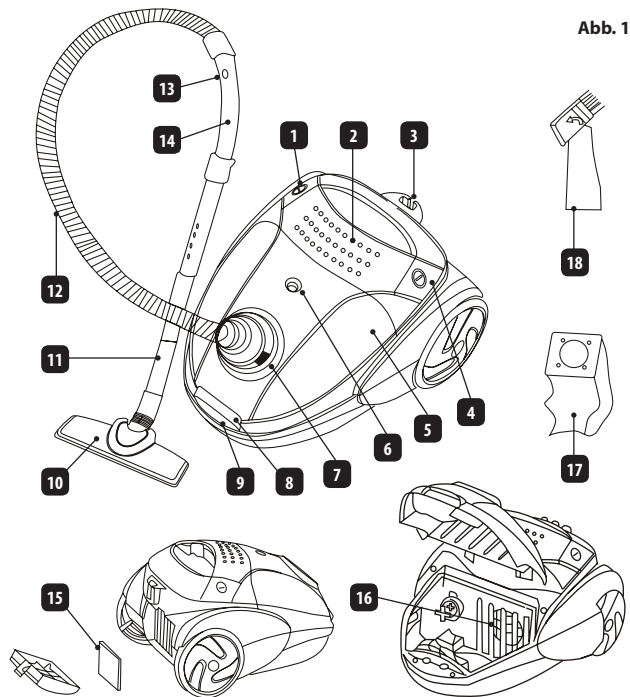

Abb. 1
- Überprüfen Sie, ob die Filter (**15, 16**) eingebaut sind – **Abb. 1**.